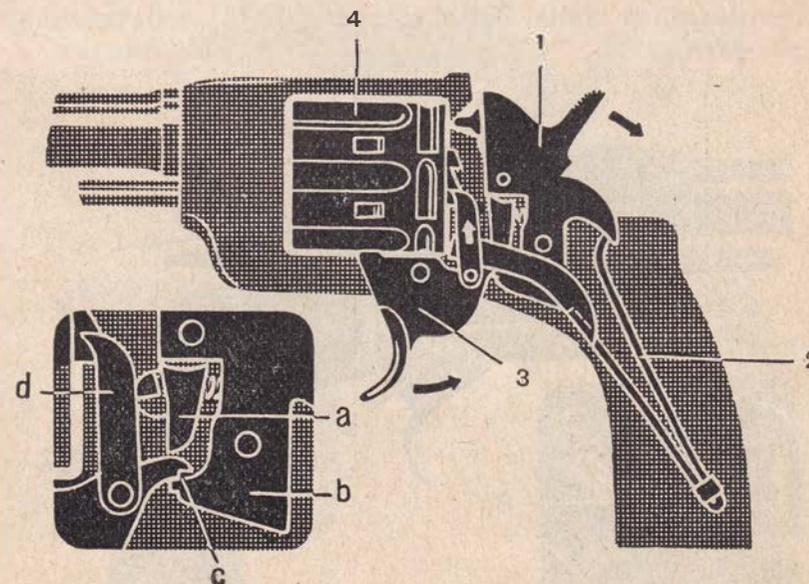

Fig. 6
(aux fig. 6—10))
(Fig. 6, 7 et 8)
La Fig. 6 montre l'appareil de percussion et de détente désassuré, et désarmé. La porte de charge est fermée. Le ressort de percussion (2) appuie sur la partie postérieure de la détente (3), au-dessus du cran, de sorte que le tenon antérieur de la détente pénètre dans l'une des encoches du barillet (4) et le bloque.
Pour que le mécanisme puisse fonctionner de nouveau et que le coup suivant puisse partir, il faut relâcher la détente. A ce moment, grâce au ressort de percussion, le bec de la détente (c) glisse le long de la gâchette (a) et s'engage entre celle-ci et la partie inférieure du ressort de percussion repousse le chien suffisamment en arrière pour que la pointe du percuteur ne touche pas le culot de la cartouche (voir Fig. 6). Le pousseur (d) glisse et s'engage dans l'encoche suivante de la roue à rochet.
(Fig. 6, 8 et 9)
La Fig. 6 montre le revolver désassuré et désarmé.